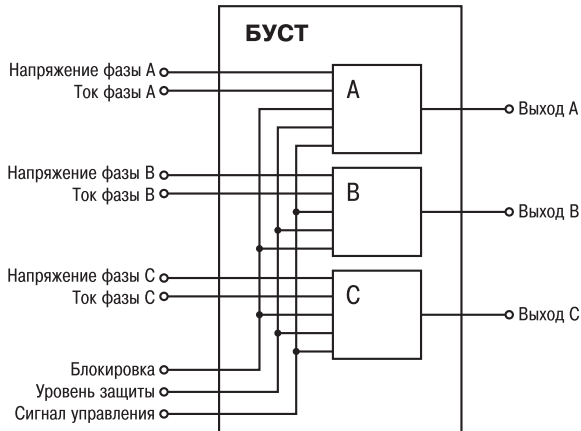

Рис. 1
3.1. Функциональная схема прибора приведена на рис. 1. Прибор имеет три идентичных канала управления тиристорами или симисторами.